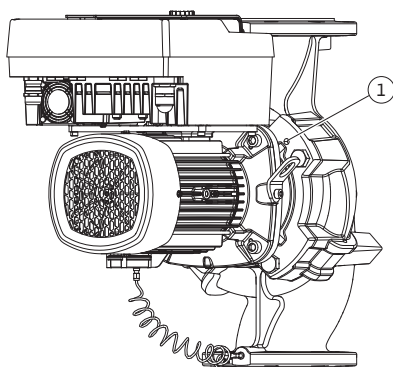

Fig. 14: Pressionar a unidade de impulsor motor através dos orifícios roscados (conforme o tipo de bomba)
5. Desapertar a unidade de impulsor motor (ver Fig. 5) do corpo da bomba. Existem diferentes abordagens conforme o tipo de bomba (ver Fig. I – III): para o tipo de bomba da Fig. I, desapertar os parafusos da pos. 29. Retirar a unidade de impulsor motor do corpo da bomba. No tipo de bomba das Fig. II e Fig. III, utilizar, para tal, os dois orifícios roscados (Fig. 14, pos. 1). Para tal, utilizar os parafusos adequados disponibilizados no local (por exemplo, M10 x 25 mm).
5. Afastar a unidade de impulsor motor (ver Fig. 5) do corpo da bomba. Para tal, utilizar os dois orifícios roscados (ver Fig. 14). Para soltar o alojamento, introduzir parafusos M10 com comprimento adequado nos orifícios roscados.
7. Desapertar os dois parafusos fixos da chapa de proteção (Fig. II, pos. 27) e remover a respetiva chapa.
8. Introduzir uma chave de bocas com uma abertura de 27 mm na janela da lanterna e fixar o veio nas superfícies de aperto (Fig. II, pos. 16). Desapertar a porca do impulsor (Fig. II, pos. 22). Retirar o impulsor (Fig. II, pos. 21) do veio com um extrator adequado.
9. Soltar a placa de retenção do sensor da pressão diferencial (Fig. I, pos. 13) do flange do motor, desapertando o parafuso (Fig. II, pos. 10). Deixar o sensor da pressão diferencial (Fig. I, pos. 8) suspenso com a chapa de suporte (Fig. I, pos. 13) nas linhas de medição de pressão (Fig. I, pos. 7). Desligar eventualmente o cabo de ligação do sensor da pressão diferencial no módulo eletrónico.
10. Desapertar os parafusos (Fig. II, pos. 10 e pos. 10a).
11. Soltar a lanterna do dispositivo de centragem do motor com o extrator de dois braços (extrator universal) e removê-la do veio. O empanque mecânico (Fig. I, pos. 25) é também removido. Evitar o encravamento da lanterna.
12. Se o empanque mecânico tiver sido danificado, pressionar o contra-anel (Fig. I, pos. 26) do empanque mecânico para fora do alojamento da lanterna. Colocar o novo contra-anel na lanterna.